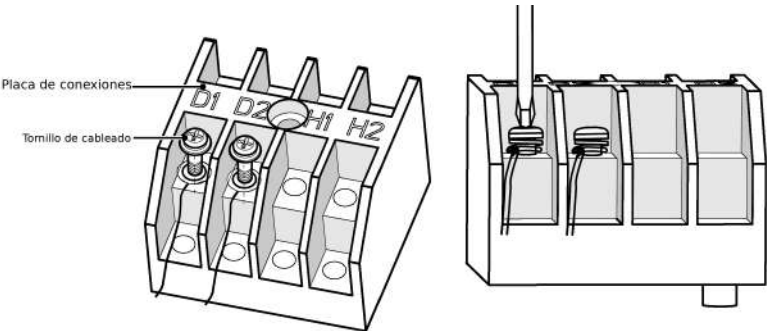

Fig.5.3.1
- (1) Retire la tapa de la caja eléctrica.
- (2) Pase el cable de comunicación a través de los orificios pasacables.
- (3) Conecte el cable de comunicación a los terminales D1 y D2 de la placa de cableado de 4 pines de la unidad interior, como se muestra en la Fig.5.3.1.